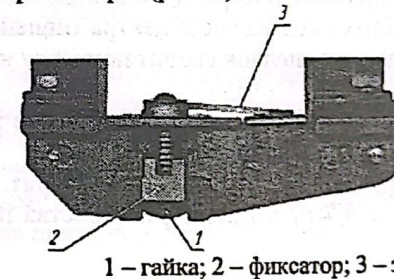

Рисунок 3 – Конструкция кронштейна комплекса КПК-АТ
Для установки комплекса на оружие необходимо повернуть зажимной рычаг 3 (рис. 3) по направлению к прикладу оружия, установить комплекс на направляющую планку до упора и закрепить его с помощью зажимного рычага 3 (рис. 3), повернув его до полной фиксации на кронштейне.
- нажатием утопить фиксатор 2 (рис. 3) до освобождения гайки 1 (рис. 3);
- вращением гайки 1 (рис. 3) на оси зажимного рычага добиться необходимого зажимного усилия;
- установить фиксатор 2 (рис. 3) в исходное положение.